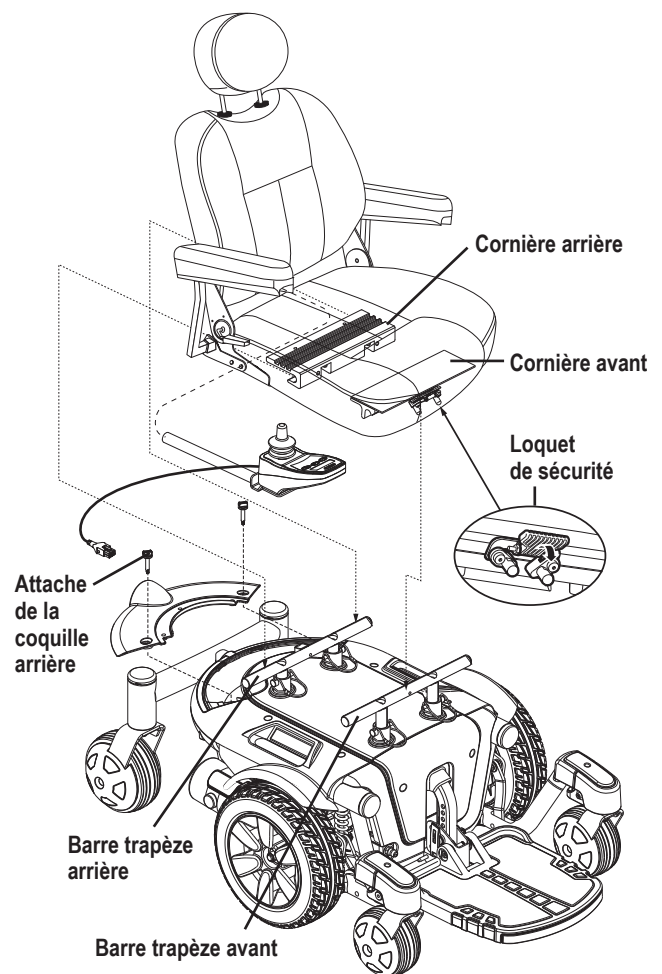

Figure 5. Système de montage universel
Il se peut que vous ayez à installer le siège avant la première utilisation ou après avoir transporté votre fauteuil motorisé. La plupart des sièges sont fixés à la base à l'aide du «Système de Montage Universel» (SMU). Le système de montage universel (SMU) est composé de pièces compatibles au siège à dossier moyen ou à dossier haut sans égard à la largeur ou à la profondeur du siège. Les deux pièces principales sont des cornières d'aluminium montées sur la base du siège. Celles-ci se fixent sur la paire de barres trapèze fixées sur la base motorisé. **Voir la figure 5.**
1. Inclinez le siège vers l'arrière et glissez la cornière arrière sur la barre trapèze arrière. **Voir la figure 5.**
3. Basculez le loquet vers la bas. **Voir la figure 5.**
5. Desserrez les fixations de la coquille arrière, puis retirez la coquille. **Voir la figure 5.**
3. Desserrez les fixations sur le coquille retirez-le. **Voir la figure 5.**
2. Desserrez les fixations sur le coquille et retirez-le. **Voir la figure 5.**